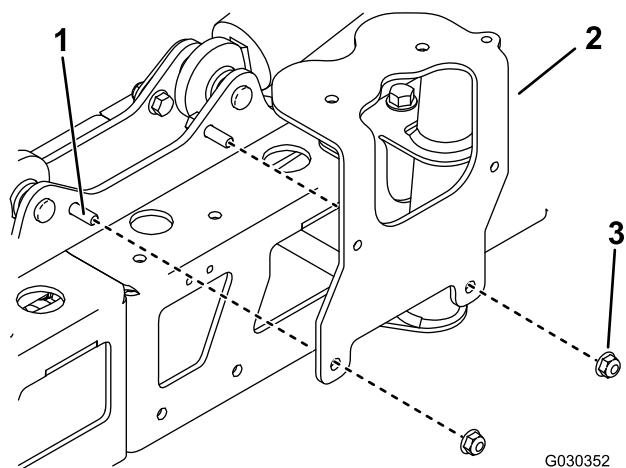

Figura 4
7. Montate la staffa del supporto della valvola servendovi dei 2 bulloni (5/16 x 1 poll.) e 2 dadi di bloccaggio (5/16 poll.) precedentemente rimossi (Figura 4).